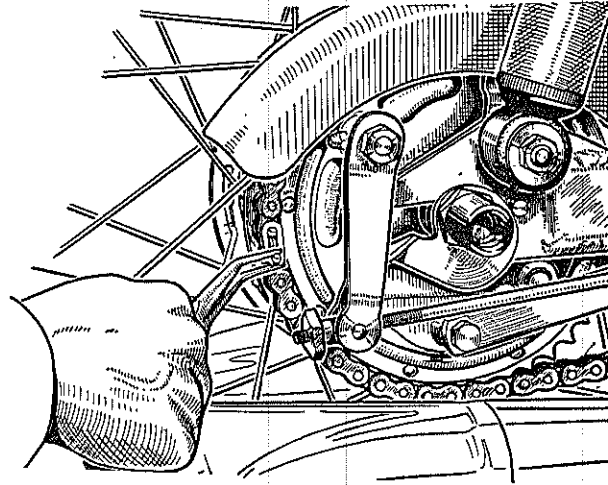

Fig. 15
c) **KETTING.** — Deze heeft ten doel het achterwiel aan te drijven door het te verbinden met de motor. Het is noodzakelijk de ketting van tijd tot tijd te smeren en zelfs om deze te demonteren en te reinigen met benzine. Voor dit demonteren is het voldoende om het sluitplaatje van de ketting af te nemen wanneer dit zich boven het achterkettingwiel bevindt. Na de reiniging moet de ketting gedrenkt worden in een warm bad van geïmpregneerd vet. Bij het monteren moet men er aan denken het sluitplaatje weder te plaatsen, het afgeronde gedeelte in de richting van beweging van de ketting (Fig. 15).